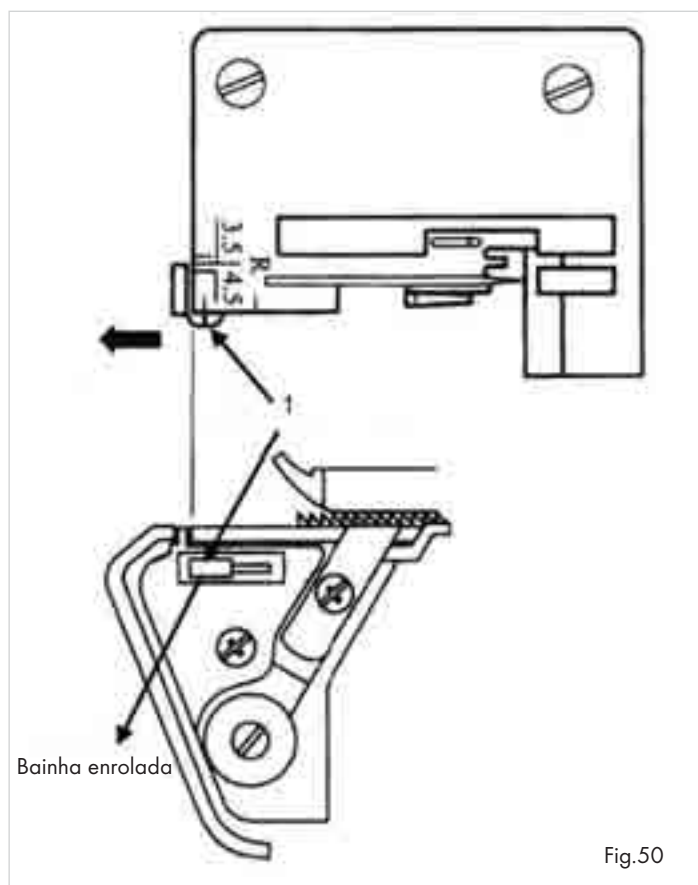

Fig.50
- Abra a tampa da frente ⑩.
- Desloque o botão da largura da costura ②③ para "R" para que a lingueta da largura da costura seja recuada (1) (fig. 50).